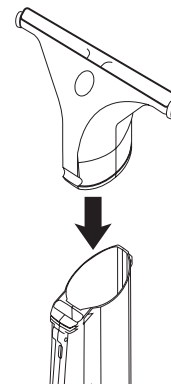

Fig. 20
2. Placer l'embouchure arrondie de la tête pour terrasse dans l'ouverture arrondie de l'aspirateur (Fig. 20).